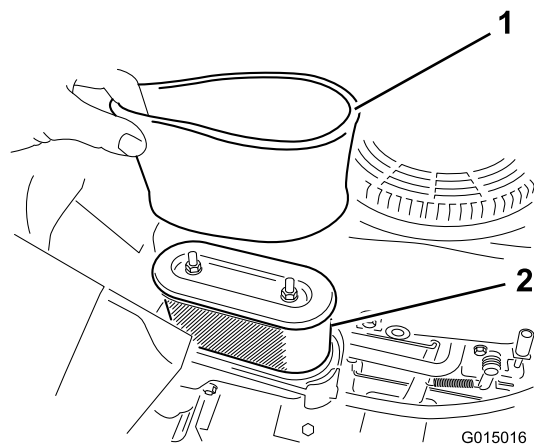

Figure 28
5. Sortez les éléments en papier et en mousse du boîtier du filtre à air avec précaution (Figure 28).
1. Montez l'élément en mousse sur l'élément en papier (Figure 28).